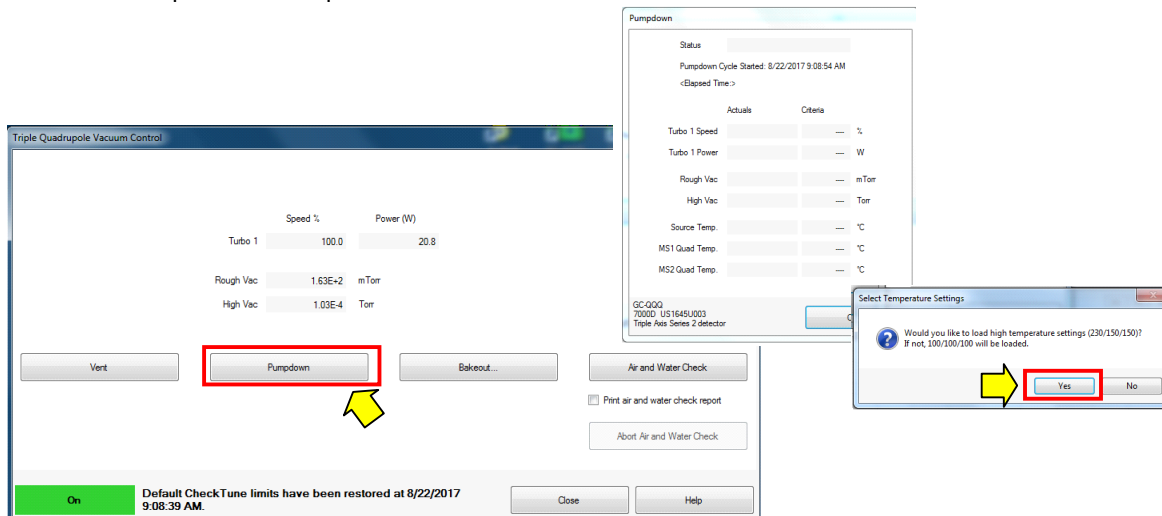

Figura 9. Activación alto vacío *PUMPDOWN*.
8.2.13. Seleccione la opción *PUMPDOWN*, en seguida se abrirá una ventana en la que preguntan si le gustaría cargar las temperaturas altas de (230/150/150) de la fuente de ionización y los cuadrupolos (MS1 y MS2), dar *click* en **YES**, como se muestra en la **Figura 9**. El sistema demorará aproximadamente 20 minutos en alcanzar los parámetros especificados.